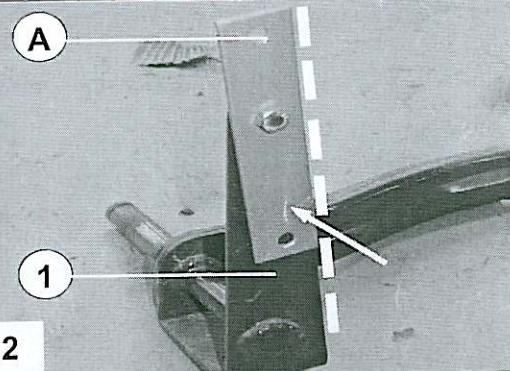

Fig.2
2. Montieren Sie den obere Bügel A auf den Platz des originalen Puffers 2 mit den Bolzen 1. Der Balken des obere Bügels soll am Hintenseite des Fahrzeugs kommen. Siehe fig.2 und 3.
- Montez la patte supérieure A à l'endroit des tampons 2 à l'aide des boulons 1. La barre de la patte supérieure doit pointer vers l'arrière du véhicule. Voir fig. 2 et 3.
- Montera det övre fästet A i stället för genomslagsgummin 2 med bultarna 1. Stängen på det övre fästet skall placeras mot bakre delen av bilen. Se fig.2 och 3.
- Monte la abrazadera superior A en el lugar de los topes 2, con los pernos 1. La viga de la abrazadera superior debe encontrarse en la parte trasera del coche. Véase fig. 2 y 3.
2. Boor een gat van 5,5 mm in beugel 1 volgens fig. 2 en 3. Let op de stand van de strip t.o.v. de LAR beugel.
2. Bohren Sie ein Loch von 5,5 mm in Bügel 1 nach fig.2 und 3. Achten Sie auf die Stellung des Streifens im Vergleich mit dem ALB Bügel.
2. Borra ett hål på 5,5 mm i remsa A enligt fig.2 och 3. Kontrollera remsans position i förhållande till LAV fästet.
2. Drill a 5.5mm diameter hole in bracket 1 according to fig. 2 and 3. Take care of the position of the strip in relation to the LSV bracket.
2. Taladre un hueco de 5,5 mm en la tira A, según se indica en fig. 2 y 3. Tómese en cuenta la posición de la tira respecto a la abrazadera de la válvula reguladora de freno.